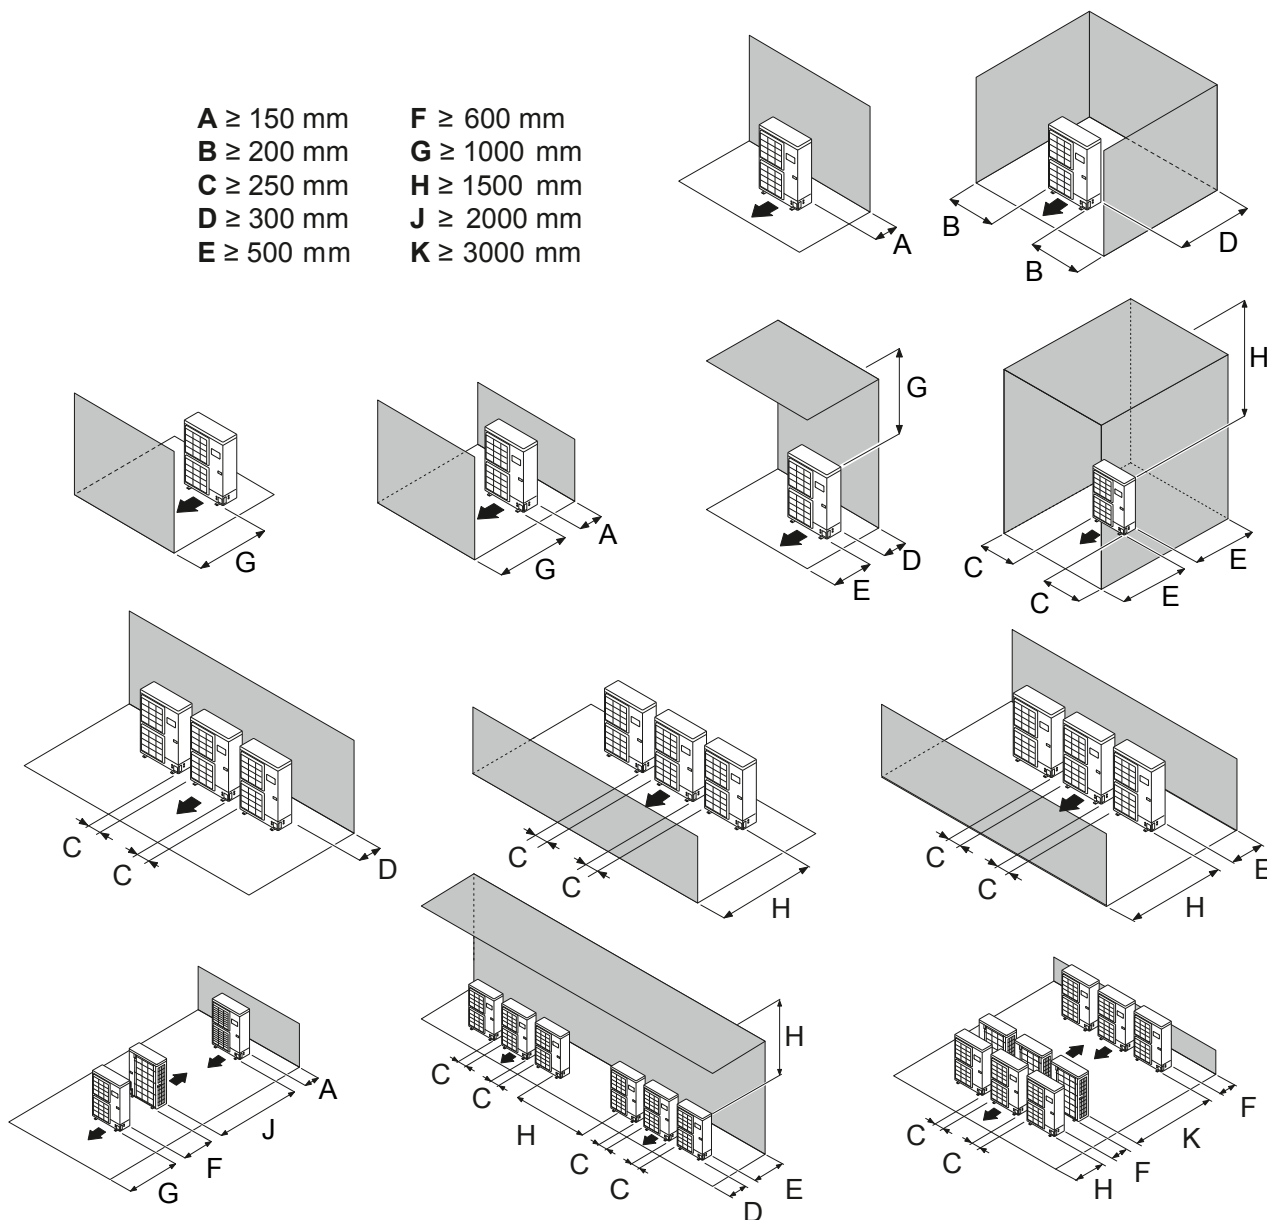

fig. 13 - Dégagements minimum d'installation autour de l'unité extérieure (tous modèles)
- Aucun obstacle ne doit entraver la circulation de l'air à travers l'évaporateur et en sortie du ventilateur (fig. 13).